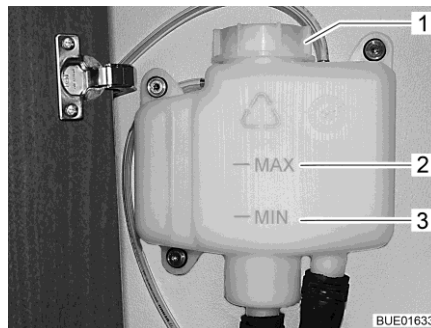

Bild 292 Expansionsbehållare utan kåpa
- Kontroll av vätskenivå utförs på expansionsbehållaren (Bild 292), nivån skall ligga mellan markeringarna "MIN" (Bild 292,3) och "MAX" (Bild 292,2).
- Vredet på expansionsbehållaren (Bild 292,1) öppnas.